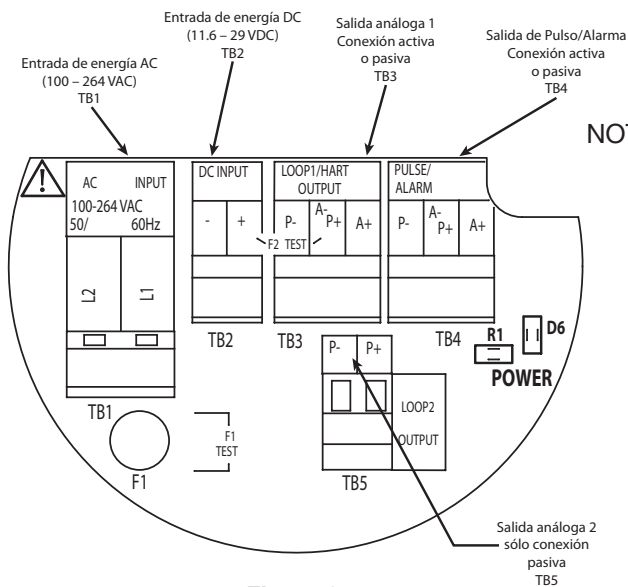

Figura 8
El instrumento tiene conexiones de cable separados para AC (100 a 264 VAC) y DC (11.6 a 30 VDC). El cableado para energía AC se hace al bloque terminal TB1. Las conexiones DC se hacen al bloque terminal TB2. Vea la figura 8.
4. Conecte los cables a las terminales adecuadas. Vea Figura 8.
Conexión activa—Use la conexión activa cuando el TA2 proporcione energía para la señal 4-20 mA. Use las conexiones A- y A+ (vea figura 8). La conexión activa maneja una resistencia de lazo de 1000-ohm.
Conexión pasiva—Use la conexión pasiva cuando se use una fuente de energía externa o el sistema de control para alimentar el lazo 4-20 mA. Use las conexiones P- y P+ (vea figura 8). La resistencia depende de si el usuario proporciona la fuente de energía.
Salida de pulso/alarma—Use la conexión activa cuando el TA2 proporcione energía para la salida de pulso/alarma. Use las conexiones A- y A+ on TB4 (vea figura 8).